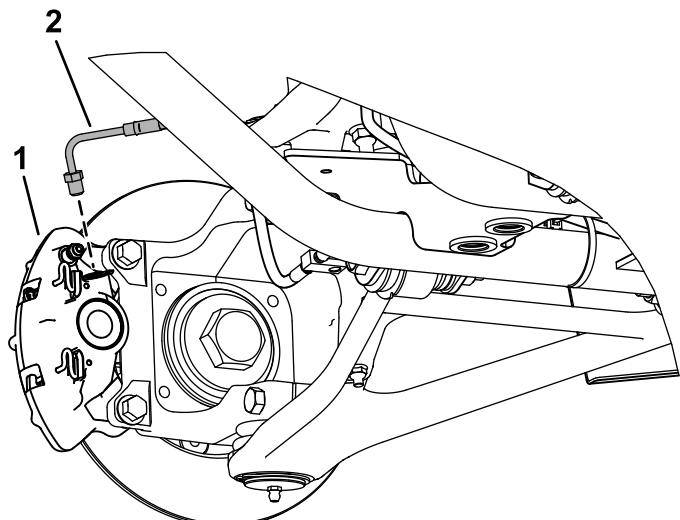

Figura 3
3. Desconecte los tubos del freno delantero y trasero del conjunto de pinza de freno (Figura 3).